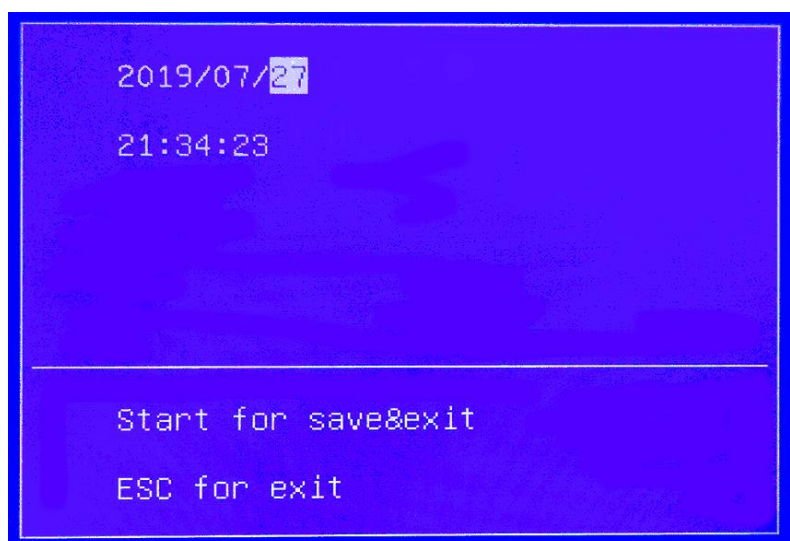

Рис. 2.8 – Настройка даты и времени
4. Для настройки даты и времени (рис. 2.8), установите необходимые значения с помощью «☀» и «☿», для сохранения значений и выхода из меню нажмите кнопку «START».